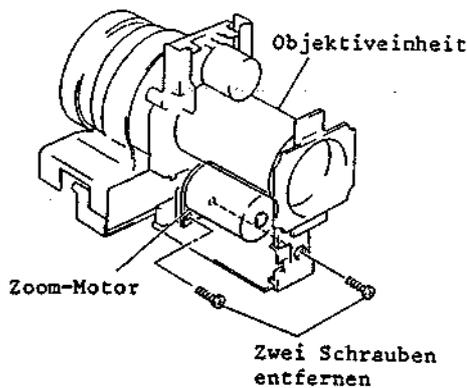

Abb. 2-100 Ausbau des Zoom-Motors
4-3 Ausbau des Zoom-Motors (Abb. 2-100)
2. Zwei (2) Befestigungsschrauben des Zoom-Motors entfernen (siehe Abb. 2-100).